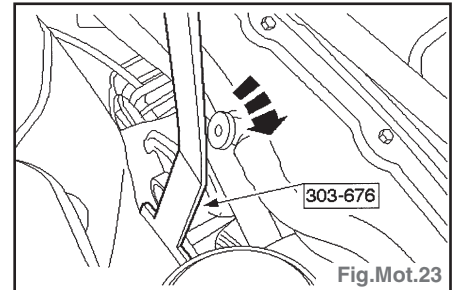

Fig.Mot.23
- A l'aide de l'outil spécial, détacher la courroie d'entraînement des accessoires (Fig.Mot.23).
- serrer l'écrou de fixation inférieure arrière (1),
- serrer l'écrou de fixation inférieure avant (2).
- A l'aide de l'outil spécial, poser la courroie d'entraînement des accessoires (Fig.Mot.23).